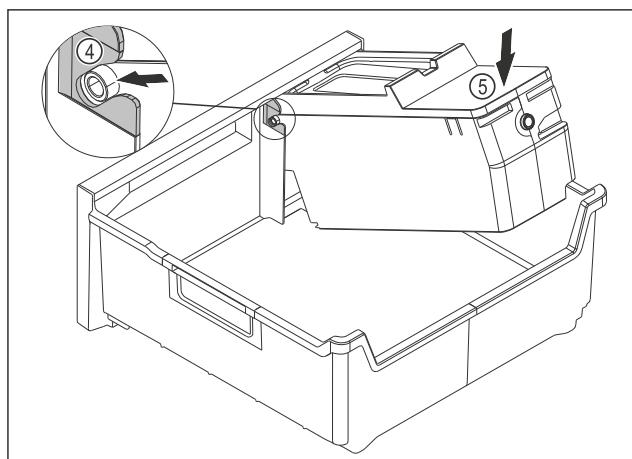

Fig. 95
- Смонтируйте корпус EasyTwist-Ice: Вставьте оси корпуса EasyTwist-Ice в направляющие Fig. 95 (4).
- Вдавите корпус EasyTwist-Ice Fig. 95 (5) вниз.